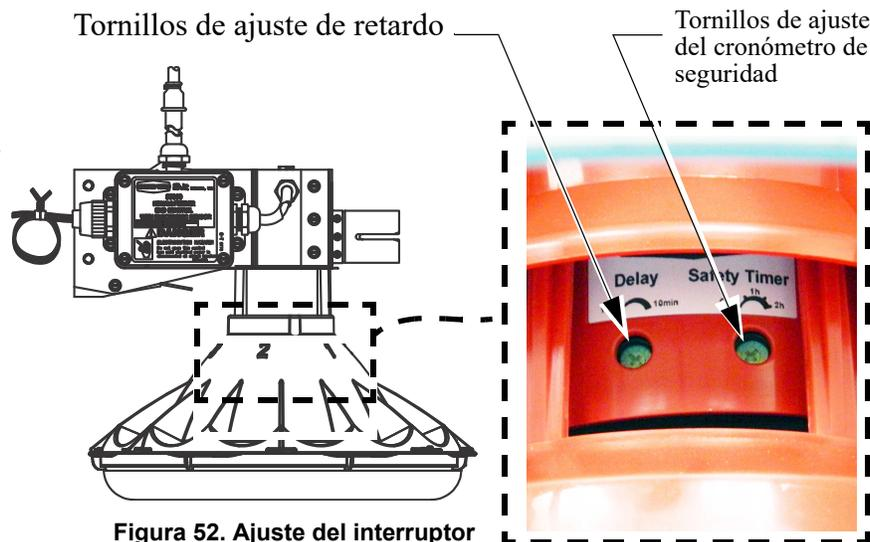

Figura 52. Ajuste del interruptor
Consultar la Figura 52. La sensibilidad del sensor electrónico se preajusta en la fábrica. El retardo puede ajustarse de 1 minuto a 10 minutos. El *ajuste de fábrica es 1 minuto*. El sensor también viene con un cronómetro de seguridad que puede ajustarse: Apagado, 1 hora o 2 horas. El *ajuste de fábrica es 2 horas*. Para acceder a los tornillos de ajuste:
Paso 2: Tirar del sensor hacia abajo para exponer los tornillos de ajuste del cronómetro de seguridad y del retardo (Ver la Figura 52.)